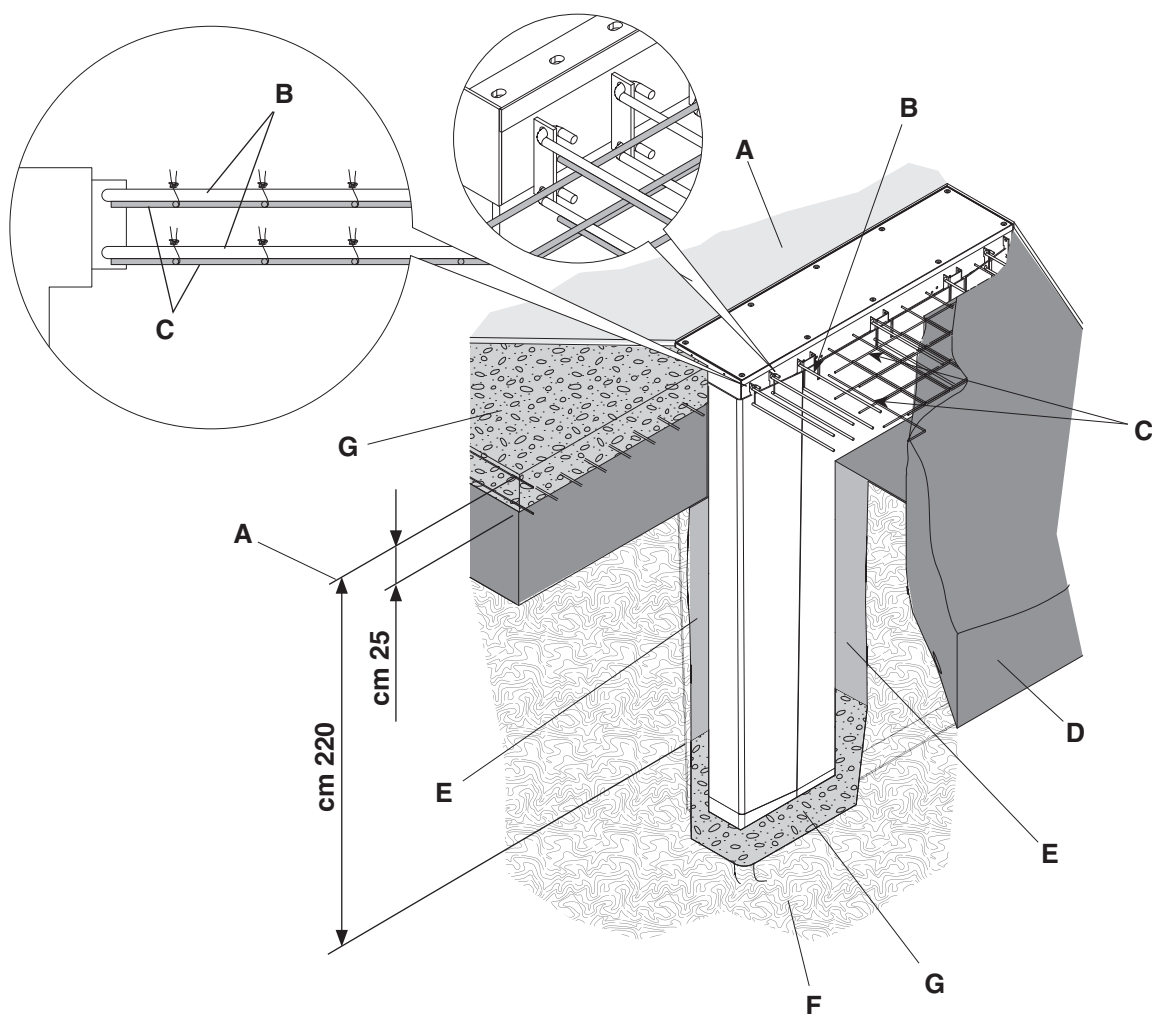

Fig. 7
- N.B. NON SUPERARE QUESTO LIVELLO ALTRIMENTI CI PUO' ESSERE IL RISCHIO DI GALLEGGIAMENTO della cassetta sul cemento con conseguente spostamento della stessa dalla posizione corretta (**fig. 7**).
- Inserire i ferri di armatura negli appositi fori (**fig. 7**) e legarli all'armatura del pavimento.
NOTE: NEVER EXCEED THIS LEVEL. DANGER OF FLOTATION of the box on the concrete and consequent box mis-positioning (**fig. 7**).
- Insert reinforcement iron bars into suitable holes (**fig. 7**) and tie them to floor reinforcement.
N.B. DIESE MENGE DARF NICHT ÜBERSCHRITTEN WERDEN, SONST BESTEHT SCHWIMMGEFAHR für den Kasten auf dem Beton, mit folglich Verschiebung desselben aus der korrekten Position (**Abb. 7**).
- Die Bewehrungsseisen in die vorgesehenen Bohrungen (**Abb. 7**) einfügen und an der Bewehrung des Bodens festbinden.
N.B. NE PAS DEPASSER CE NIVEAU AFIN D'EVITER TOUT RISQUE DE FLOTTEMENT de la boîte sur le béton, avec pour conséquence, un déplacement de celle-ci par rapport à sa position correcte (**fig. 7**).
- Introduire les embouts de l'armature du béton dans les trous prévus dans la cassette (**fig. 7**) et les lier à l'armature du plancher.
NOTA: NO SUPERAR ESTE NIVEL, EN CASO CONTRARIO EXISTE EL RIESGO DE QUE LA CAJA FLOTE en el cemento con consiguiente desplazamiento de la misma de la correcta posición (**fig. 7**).
- Introducir los hierros de armadura en los agujeros específicos (**fig. 7**) y atarlos a la armadura del piso.